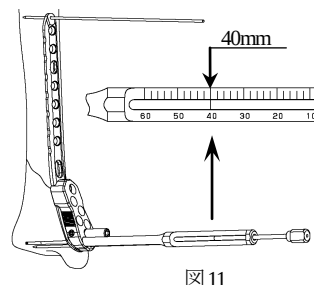

図11
- *** 10) 遠位ロッキングホール部は1.6 ガイドピンを使用せず、3.2 ドリルを用いてドリリングすることも可能です。この場合、スクリュー長の計測には、デプスゲージ DT を使用し、デプスゲージ先端が突き当たった所で計測し、計測値と同一長さもしくは1サイズ短いスクリューを選択します。（図11）